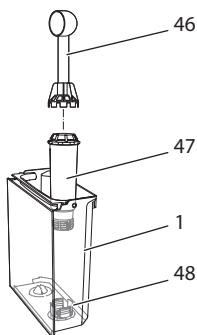

Fig. 25: Vissage/dévisage du filtre à eau
- Retirer le filtre à eau quand l'appareil invite à le faire. (voir Fig. 25, page 92).